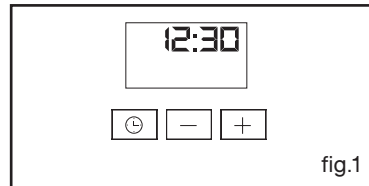

fig.1
- Op de programmaschakelaar moet de tijd vermeld staan, deze mag niet knipperen (fig.1).
Het symbool van einde baktijd knippert om aan te geven dat u dan kunt instellen (fig.1).
Eventuele ingrepen op het apparaat dienen door een gekwalificeerde alleenvertegenwoordiger van het merk te worden uitgevoerd. Vermeld de "Service" referentie van het apparaat (model, type, serienummer). Deze inlichtingen staan op het identificatieplaatje (fig.1).